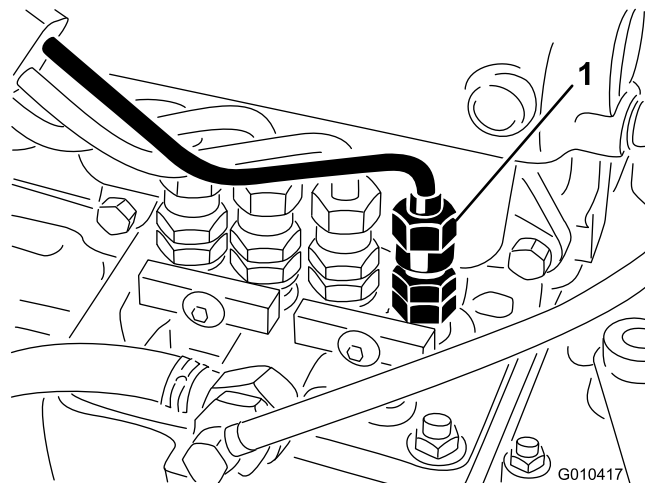

図 34
1. 燃料噴射ポンプの No.1インジェクタノズル 図 34 へのパイプ接続部をゆるめる。